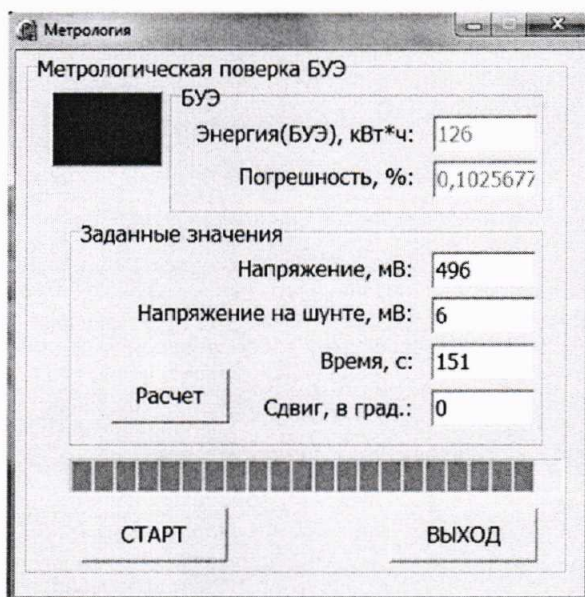

Рисунок 7 – Окно «Метрология». Окончание измерений
После завершения цикла измерения оператору необходимо остановить счет секундомера и окно «Метрология» примет следующий вид (см. Рисунок 7).
8.3.2.3 По результатам измерения, в окне «Метрология» (см. Рисунок 7) заполнить поля: